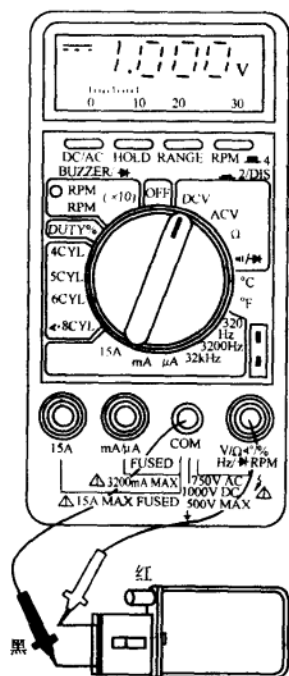

图 1-7 测量直流电压
(2) 测量直流电压 将万用表开关转到直流电压（V）档（选择合适的量程），将表笔并联于被测电路中（将测试表笔接至被测件两端），如图 1-7 所示。用测电压的方法可以检